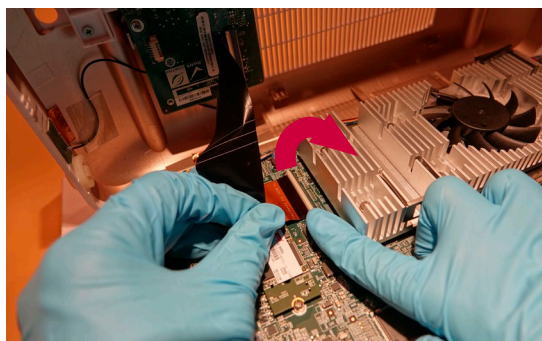

Figura 11 Desligar o cabo FPC
j) Soltar o cabo FPC (Figura 11)